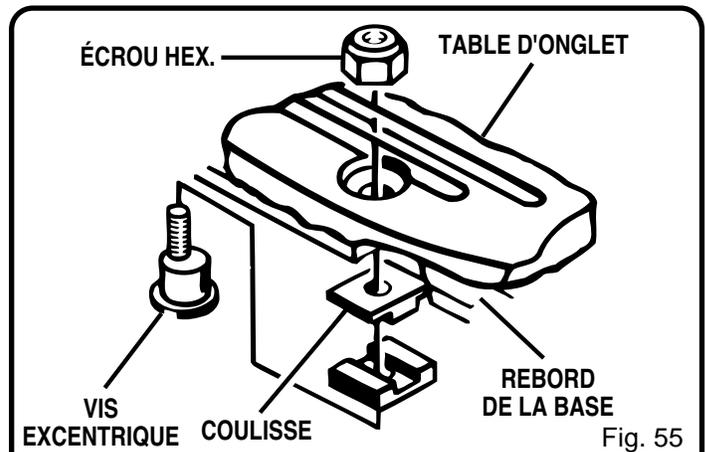

Fig. 55
- Il existe quatre coulisses situées sous la table d'onglet coulissante. Ces coulisses permettent à la table d'onglet de se déplacer sur la base. Trois coulisses sont montées sur des vis excentriques qui se règlent en desserrant les écrous hex. sur le dessus de la table d'onglet. *Voir figure 55.*
- Desserrez les écrous hex. arrière (Q) sur le dessus de la table d'onglet coulissante, pour ce réglage.